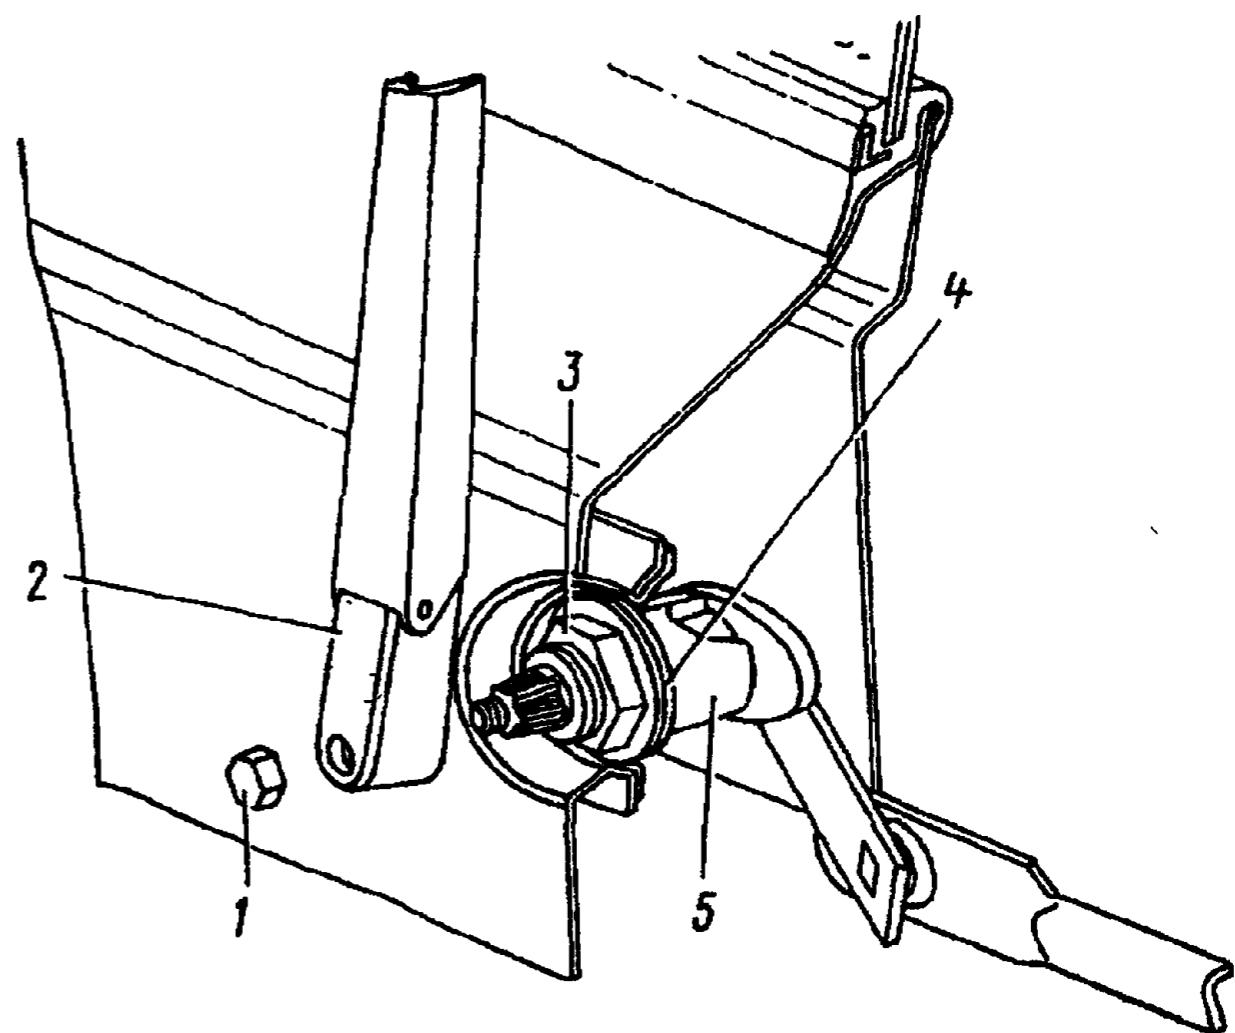

Рис. 68. Установка щеток стеклоочистителя:
3. Отверните гайки 1 (рис. 68) и снимите рычаги щеток 2 стеклоочистителя	Ключ 13 мм
5. Отверните гайки 3 (см. рис. 68), снимите комплект шайб 4 и штуцера	Ключ 32 мм
10. Установите втулки 5 (см. рис. 68) на штуцера тяги	Ключ 10 мм
13. Установите рычаги щеток 2 (см. рис. 68) на шлицевые концы штуцеров так, чтобы щетки находились у нижней кромки ветрового окна, заверните гайки 1	Ключ 11 мм